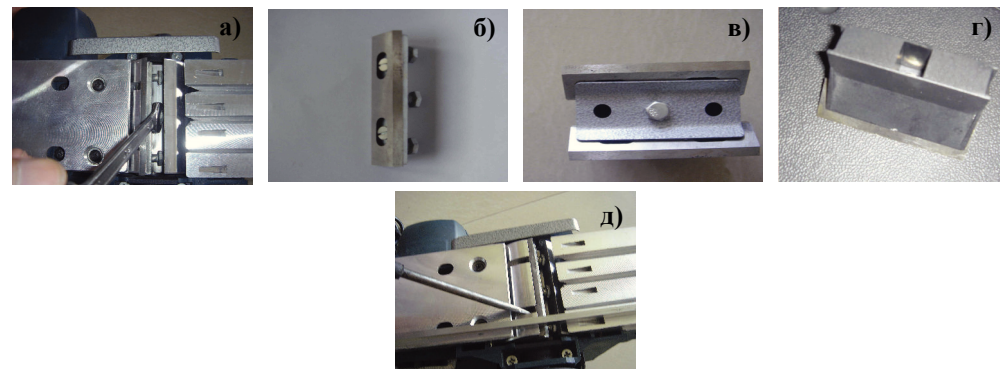

рис. 2
- Снимите прижимную пластину с ножом, открутив три винта ключом рис.2 (А);
- Снимите нож с направляющей пластины рис.2 (Б);
- Установите ножи в устройство для заточки ножей, так как показано на рис.2 (В; Г);
- Регулировка ножа по высоте производится как показано на рис.2 (Д)